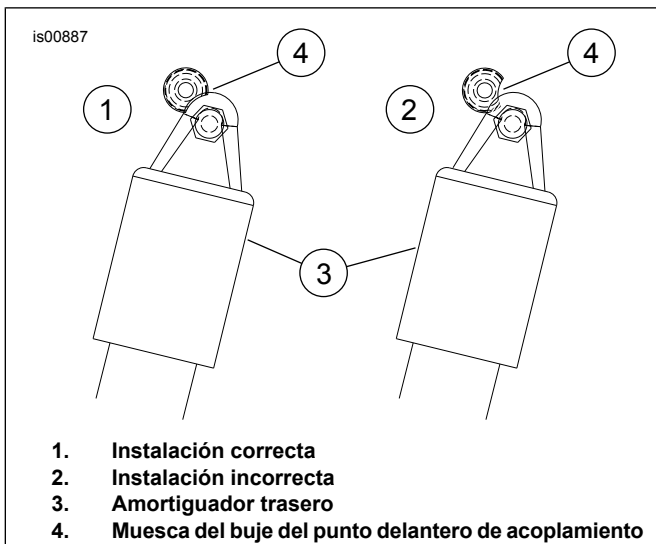

Figura 3. Posición de la muesca del punto delantero de acoplamiento
5. Vea la Figura 3. Gire la muesca del buje (4) a la posición "correcta" (1).